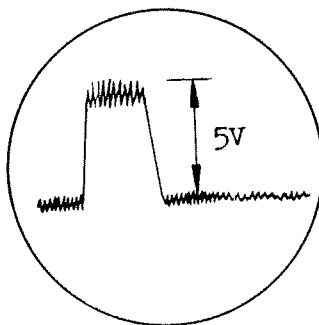

Bild 7
9. Mät känsligheten vid den aktuella frekvensen. Förspänningen skall vara  $-3V$  (se pkt C 111), men om brustriggning erhålls ökas förspänningen tills brustriggningen upphör. Vid en puls med 5 V amplitud skall signalgeneratorns utspänning vara högst 70 dB under 0,1 V. Se bild 7.